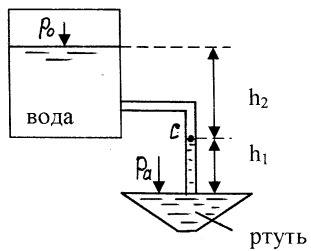

Рис. 1
1.1. Для схемы, представленной на рис.1, дано: $p_a=10^5$ Па, $h_1=0,3$ м, $h_2=2,5$ м, $\rho_v=1000$ кг/м³, $\rho_{рт}=13600$ кг/м³. Определить $(p_A)_C$ и p_o .